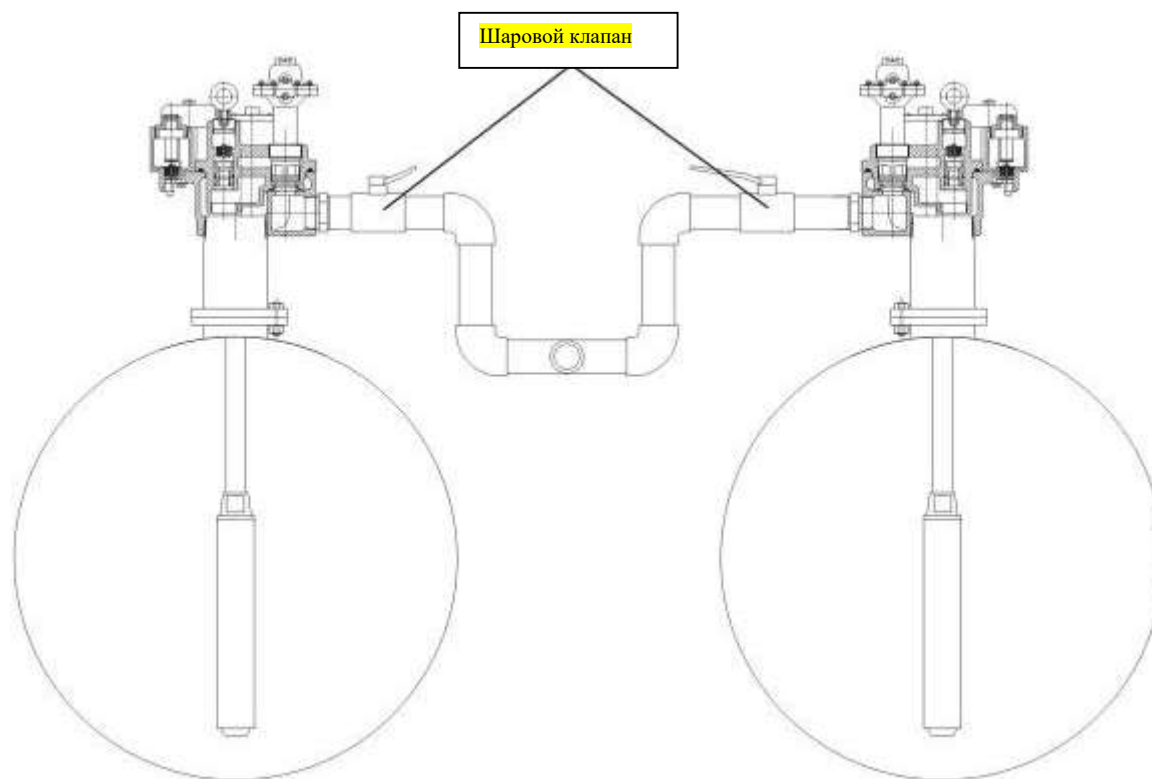

Рисунок 13: Параллельные насосы
**ПРИМЕЧАНИЕ:** Шаровой клапан должен быть установлен на стороне насоса нагнетательной линии для упрощения обслуживания и поиска неисправностей (см. Рисунок 13).